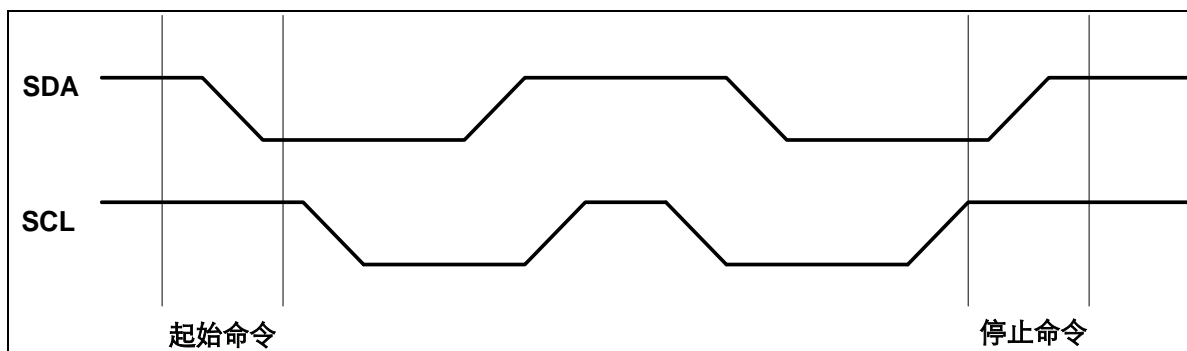

图 3-6 起始 (Start) 与停止 (Stop) 命令定义
**停止命令:** 当 SCL 为高, SDA 由低到高的变化被视为停止命令, 在一个读操作后, 停止命令会使 EEPROM 进入等待(参见图 3-6)。